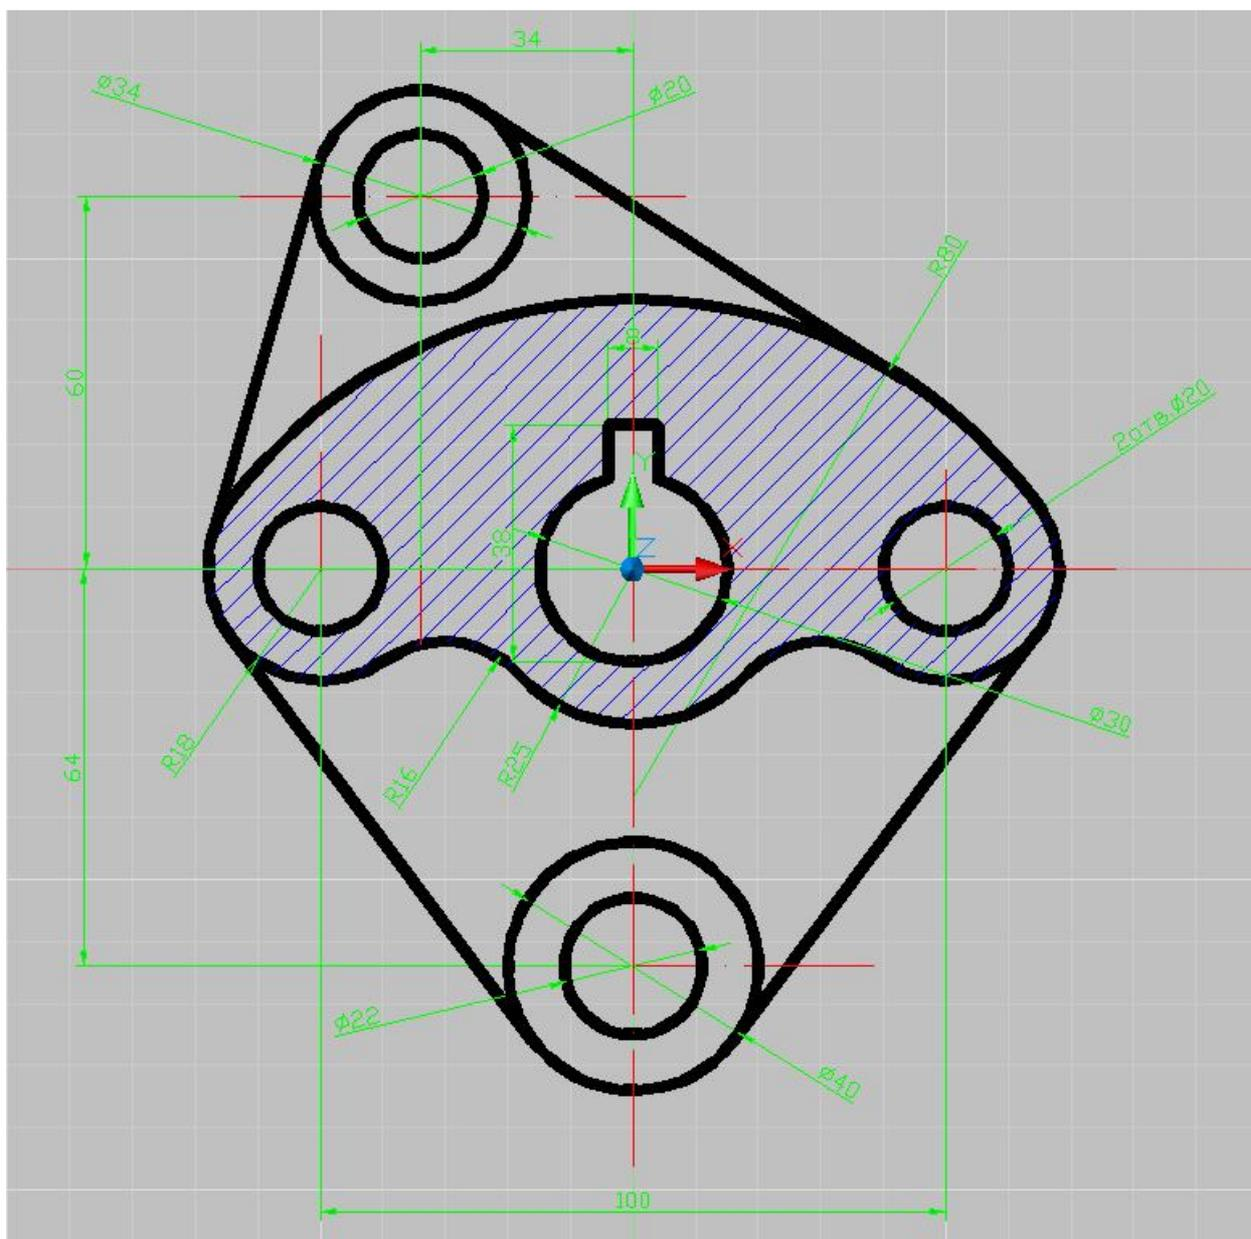

Рис. 17
20. В слое под названием «штриховка» выполняем штриховку части детали. Выбираем команду , в появившемся окне выбираем тип штриховки ANSI 31, угол 0 частота 3. Далее нажимаем кнопку, указать точки штриховки. После указанных точек нажимаем **enter**, снова появляется окно, в котором нажимаем **ОК**. Получаем заштрихованную часть детали. Наша деталь готова (см. рис. 17) .